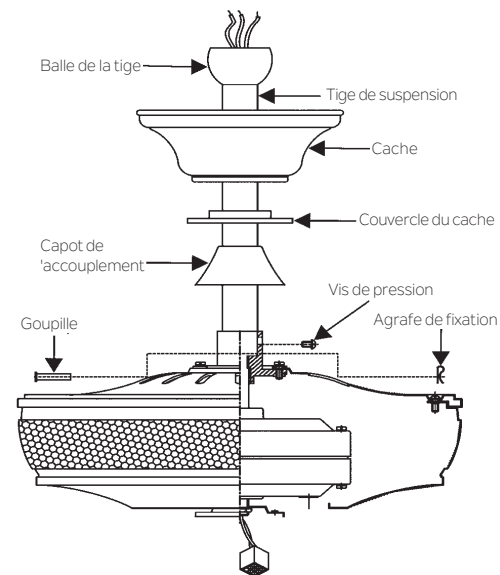

Fig. 9
Étape 8. Faites glisser le couvercle d'accouplement, l'anneau de sécurité, le couvercle du cache et le cache sur la tige de suspension. Visser la balle de suspension sur la broche de suspension, insérer la broche transversale par la tige de suspension et serrer. Serrer maintenant la vis de pression. (Fig. 9)